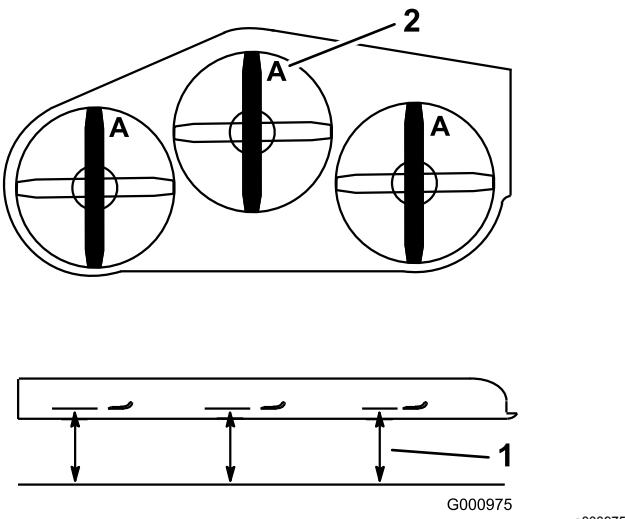

Figura 97
4. Mida desde una superficie nivelada hasta el filo de corte, posición A, de las cuchillas (Figura 97).